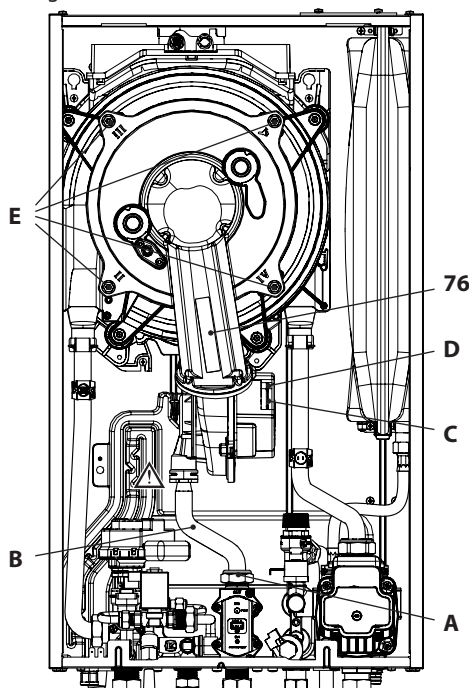

Figura 9.16
Rimozione del gruppo bruciatore ventilatore 76 in Figura 9.16.
- Scollegare il connettore **C** tirandolo verso il basso (Figura 9.16).
- Scollegare il connettore del ventilatore **D** tirandolo verso il basso (Figura 9.16).
- Svitare i dadi **E** e rimuovere il gruppo bruciatore ventilatore 76 (Figura 9.16)